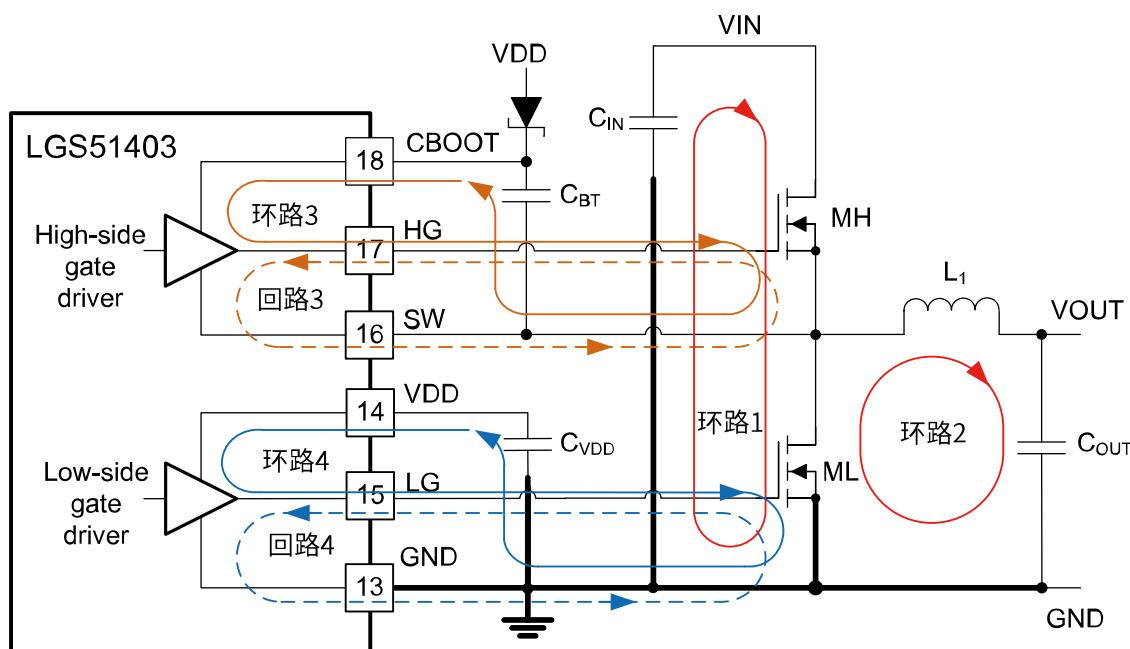

图 8 功率回路
- 环路 3 是高侧 MOSFET 的驱动电路，高侧 MOSFET 开启时，大电流从 BST 引脚的自举电容（图 8 中的 CBT）流经高侧 MOSFET 的栅极驱动，经由 SW 节点返回电容 CBT 的负极；相反的，回路 3（图 8 中与环路 3 同色虚线回路）高侧 MOSFET 关闭时，大电流从高侧 MOSFET 的栅极流经 SW 返回高侧 MOSFET 的源极。环路 4 是低侧 MOSFET 驱动回路。低侧 MOSFET 开启时，大电流从 VDD 引脚对地的电容（图 8 中的 CVDD）流经低侧 MOSFET 的栅极驱动，经由 GND 返回电容 CVDD 的负极；相反的，回路 4（图 8 中与环路 4 同色虚线回路）低侧 MOSFET 关闭时，大电流从低侧 MOSFET 的栅极流经 GND 返回低侧 MOSFET 的源极。